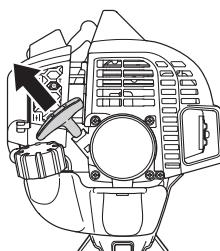

Fig. 11
- (4) Tire energicamente del arrancador de retroceso, tomando la precaución de mantener el asidero bien sujeto para evitar que se escape de la mano. (Fig. 11)
(6) Vuelva a tirar energicamente del arrancador de retroceso. (Fig. 11)